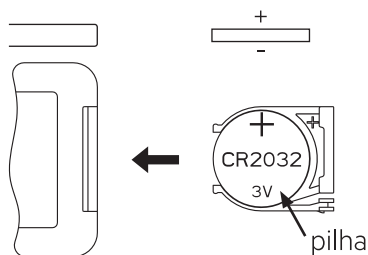

Figura 2
2. Preste atenção à polaridade da pilha e insira-a no compartimento redondo (ver Figura 2).